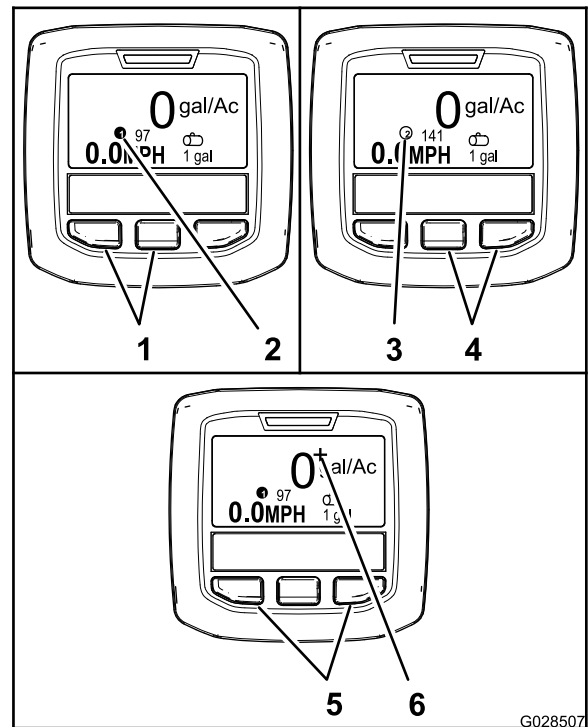

Figure 65
- Pour sélectionner le débit d'application 1, appuyez sur les 2 boutons de gauche de l'InfoCenter (Figure 65).
**Remarque:** Une icône ❶ s'affiche.
- Pour sélectionner le débit d'application 2, appuyez sur les 2 boutons de droite de l'InfoCenter (Figure 65).
**Remarque:** Une icône ❷ s'affiche.
- Pour intensifier temporairement le débit d'application, appuyez de manière prolongée sur les 2 boutons extérieurs (Figure 65).